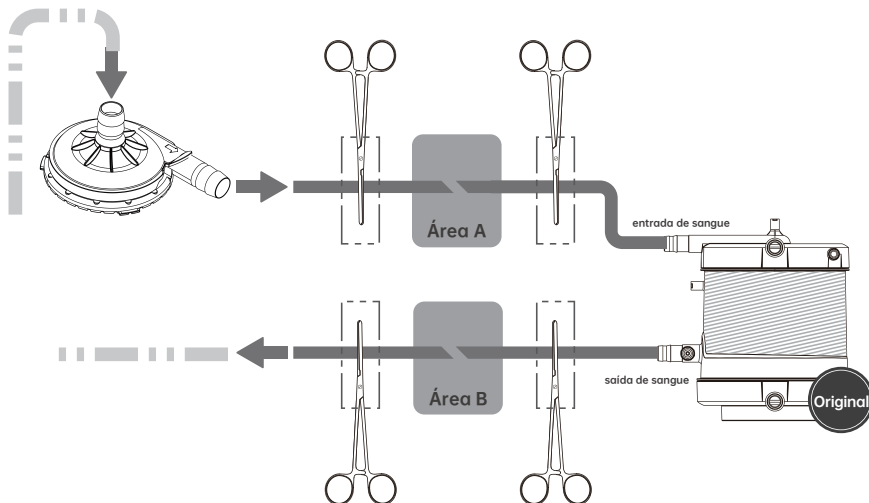

Figura 4
- 15) Corte a tubulação de entrada e a tubulação de saída do oxigenador em um ponto entre essas duas braçadeiras, conforme mostrado na Figura 4.